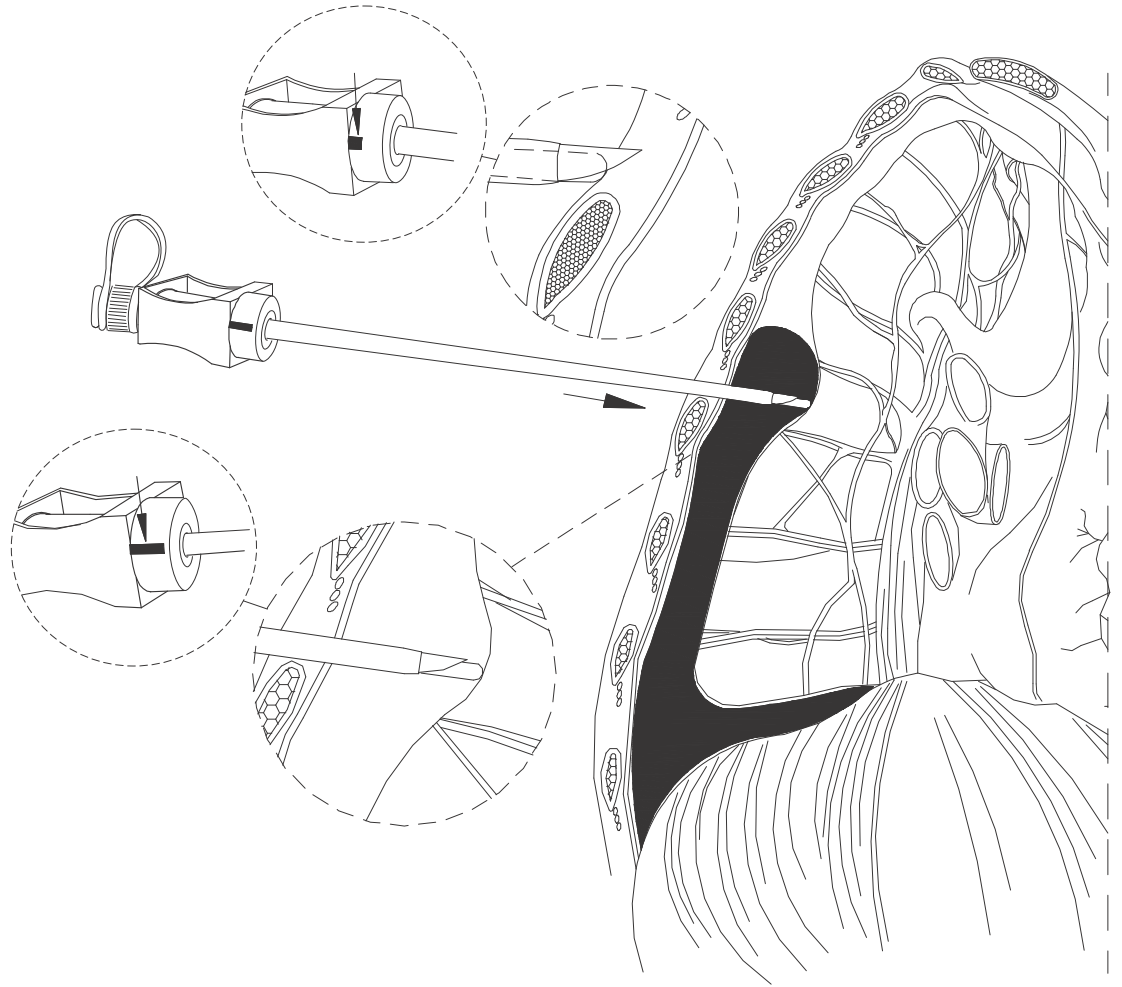

Fig. 2
4. Снимите колпачок с дозатора и втяните в него проволочный проводник (рис. 2a и 2b). Открутите синий колпачок на игле и поместите конец дозатора во входное отверстие иглы (рис. 2). Вставляя большой палец в специальное углубление, медленно дайте проволочному проводнику выйти из дозатора на заданную длину в зависимости от желаемого положения.